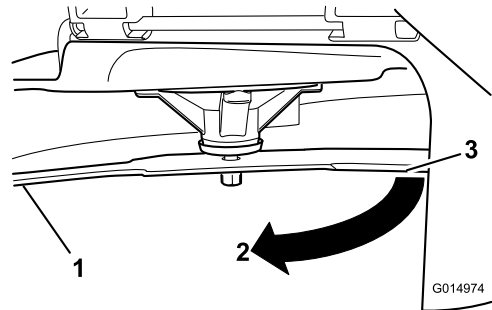

**Figura 59**
2. Usando luvas almofadadas ou outra proteção adequada para as mãos, rode lentamente lâmina para uma posição que lhe permita uma medição da distância entre a extremidade de corte e a superfície nivelada onde a máquina está (Figura 59).